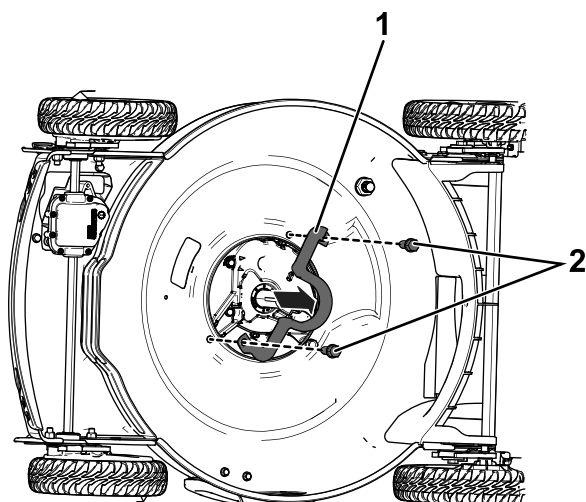

Figur 2
6. Fjern remmen fra knivdrivverket, og fjern og ta vare på knivdrivverket (Figur 2).